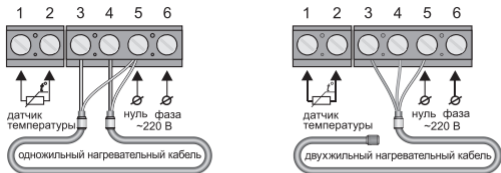

Рис. 3
Если у Вас 2-х проводная электрическая сеть (без проводника заземления), экран нагревательной секции подключается к нейтральному проводнику (N) сети питания, на клемму 5 (рис. 3).